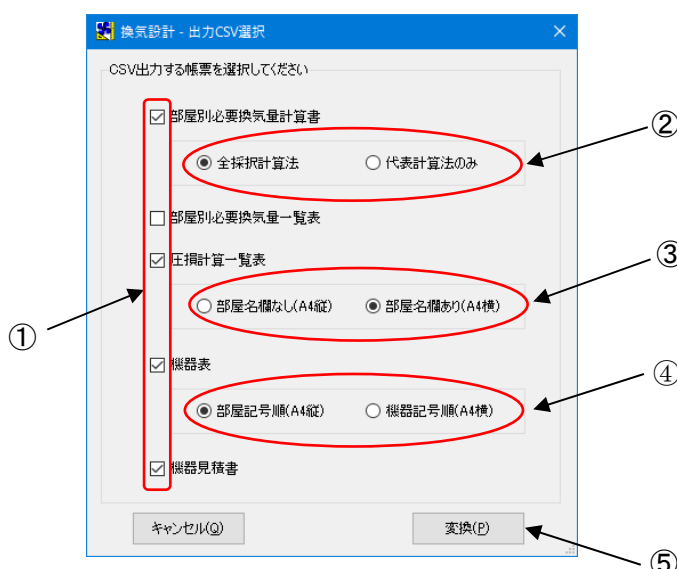

図4
部屋別必要換気風量(図 4-②)は、全採択計算法を印刷するか、代表計算を印刷するか選択してください。圧損計算一覧表(図 4-③)は、部屋名欄なし(A4縦)か、部屋名欄あり(A4横)を選択してください。機器表(図 4-④)は、部屋記号順(A4縦)か、機器記号順(A4横)か選択してください。
[変換(P)] ボタン(図 4-⑤)をクリックします。